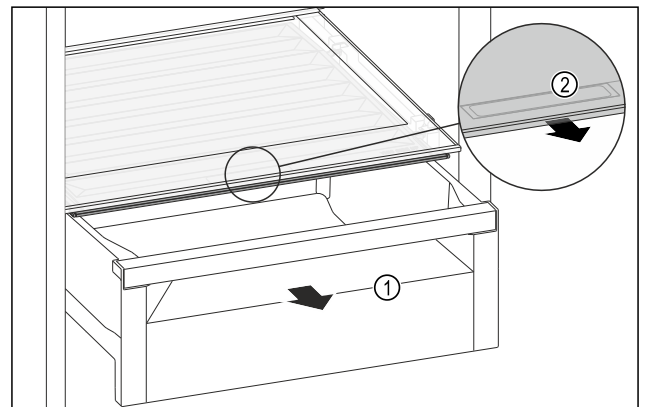

Fig. 140
- Schubfach Fig. 140 (1) herausziehen.
- Griffmulde Fig. 140 (2) am Fachdeckel anfassen und Fachdeckel gleichzeitig nach vorne ziehen.